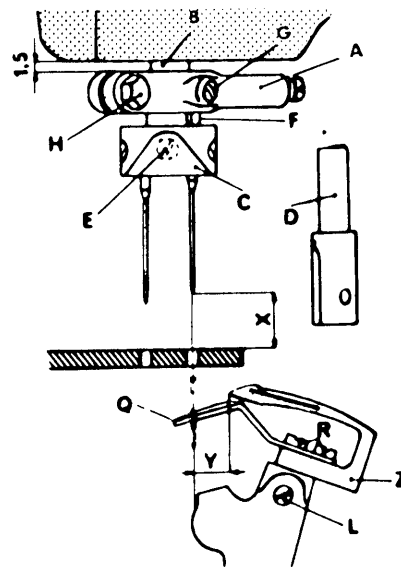
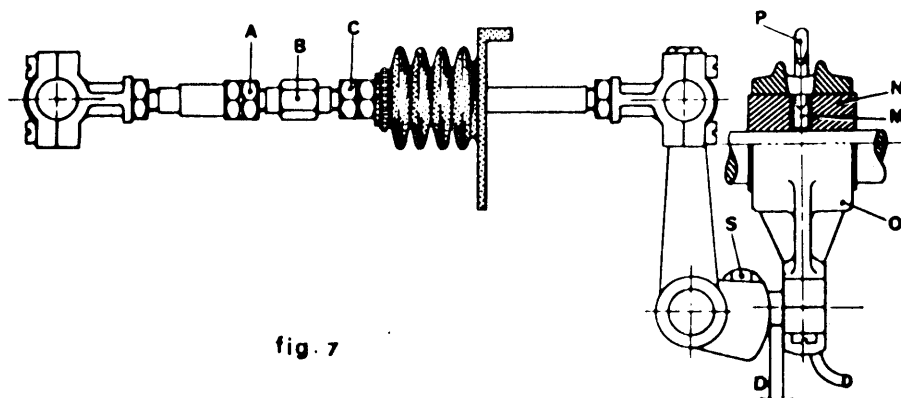

fig. 3
fig. 7
- S. 1651.00 per esecuzione quote come da fig. 3.
- S. 1652.00 per esecuzione quote come da fig. 7.
3. Posizionamento dell'ago (fig. 3).
- Inserire fino in fondo il crochet Z nell'apposita sede e bloccarlo sul piano del gambo con la vite L (fig. 3). Per B.65.1 e le derivate B.65.2 - B.65.15 - B.65.25 - B.65.3 e B.65.4, inserire la rondella a disegno 621-956 nel gambo del crochet.
- Eseguire la misura D col calibro S. 01652.00 per biella comando crochet (fig. 7) agendo sul dado S.
- Ricercare la misura Y (tabella fasature) dalla punta del crochet all'ago di destra (fig. 3).
- Allentare i controdadi A e C (fig. 7) e ruotare il perno B in un senso o nell'altro fino ad ottenere la misura Y (fig.3 - calibro S. 1651.00).
- Bloccare leggermente i due controdadi A e C (fig. 7).
- Se la corsa del crochet è ritardata o anticipata, bisogna allentare i due grani interni M dell'eccentrico N della biella O (fig. 7) e, tenendo fermo l'eccentrico M, ruotare il volantino della macchina in modo da ottenere la condizione voluta.
**Nota:** se questa condizione non si verificasse, si allungare o accorciare la corsa del crochet agendo sulla vite S (fig. 7) variando così la quota D. In questo caso si devono poi rivedere tutte le condizioni di fasatura eccetto quelle descritte nel primo capitolo.
- Bloccare i controdadi A e C (fig. 7).
**Nota:** quando si sposta la biella per eseguire la misura D (fig. 7), tenere presente che l'eccentrico N sia sempre centrato rispetto alla testa di biella O. In caso di eccessivi spostamenti, modificare la posizione del tubetto di lubrificazione P spostandolo adeguatamente in modo che la mezzeria coincida con il centro del foro esistente sulla testa di biella O.
#### 5. Montaggio spingi ago su crochet inferiore (fig. 3)